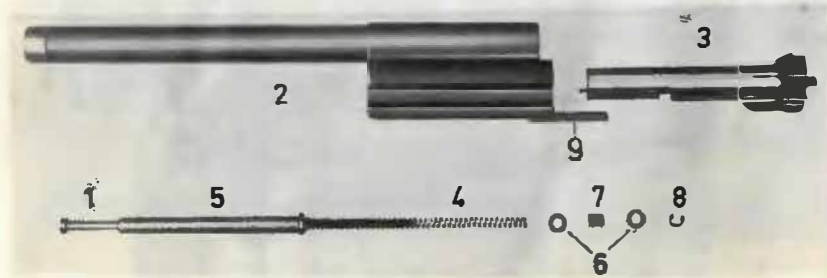

Bild 3: Verschuß 5,6 mm
2.7.1. Verschluß 5,6 mm (siehe Bild 3 und 4)